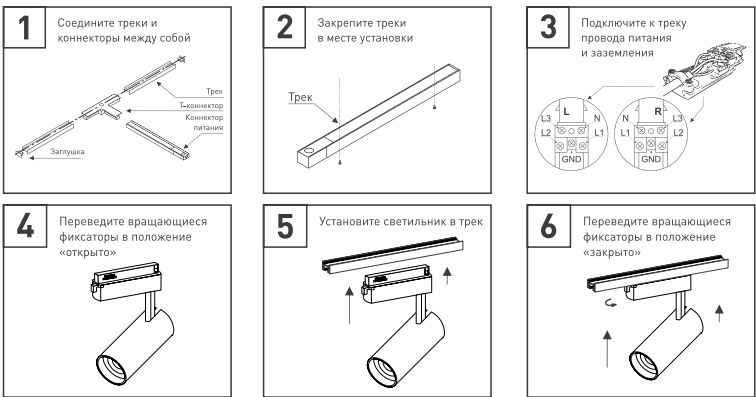

Рис. 2. Установка и подключение светильника
- 3.4. На коннкторе питания открутите винт и снимите крышку. Подсоедините провода, подводящие питание, к винтовым клеммам согласно схеме на рис. 2. Используйте 5-жильный кабель. Обязательно подключите защитное заземление к клемме GND.